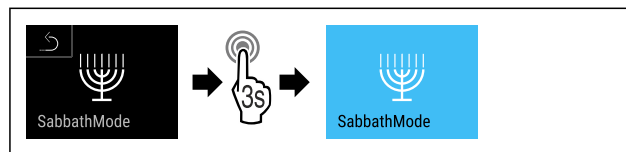

Fig. 12
- ▶ Изпълнете стъпките (виж Fig. 12).